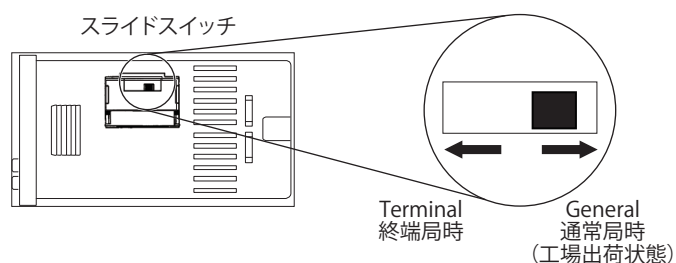

図 6
- ・終端局のエネメータは、本体横のスライドスイッチを切替えてください。(図 6)